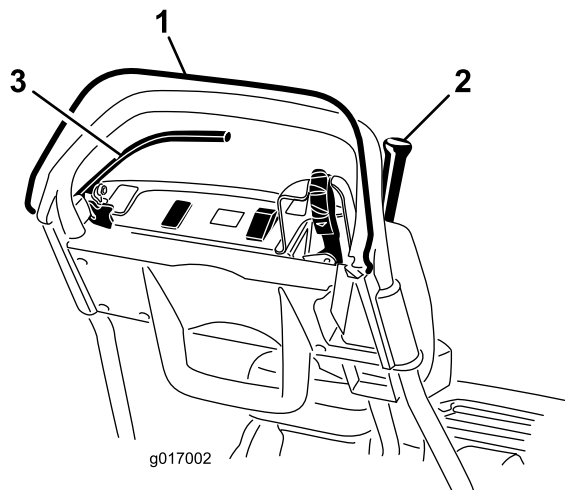

Рисунок 27
3. Когда орган контроля присутствия оператора отпущен, попробуйте привести в действие рычаг тяги (Рисунок 27). Рычаг тяги не должен включиться. Если рычаг тяги включается, то система блокировки нуждается в ремонте. Устраните неполадку перед эксплуатацией. См. "Техобслуживание блокировочных выключателей".
4. При нажатом ОПС и включенном рычаге тяги отпустите ОПС (Рисунок 27). Рычаг тяги должен отключиться. Если рычаг тяги не отключается, то система блокировки нуждается в ремонте. Устраните неполадку перед эксплуатацией. См.
5. При нажатом ОРС и передвинutom влево рычаге передач включите приводы барабана и тяги и отпустите ОРС (Рисунок 27). Рычаг тяги должен отключиться. Если рычаг тяги не отключается, то система блокировки нуждается в ремонте. Устраните неполадку перед эксплуатацией. См. "Техобслуживание блокировочных выключателей", "Регулировка управления тягой" или "Регулировка управления барабаном".
6. При нажатом ОРС и передвинutom влево рычаге передач включите приводы барабана и тяги, переведите рычаг передач вправо для отключения привода барабана (Рисунок 27). Привод барабана должен отключиться. Если рычаг барабана не отключается, то система блокировки нуждается в ремонте. Устраните неполадку перед эксплуатацией. См. "Регулировка управления барабаном".
2. При нажатом ОРС, включенном рычаге тяги и органах управления двигателем в положении запуска (Рисунок 27). Попробуйте запустить двигатель. Двигатель не должен запускаться. Если двигатель запускается, то блокировочный выключатель нуждается в ремонте. Устраните неполадку перед эксплуатацией. См. "Техобслуживание блокировочных выключателей".
2. При включенном рычаге тяги, включенном рабочем тормозе и органах управления двигателем в положении запуска (Рисунок 27). Попробуйте запустить двигатель. Двигатель должен запускаться. Если двигатель не запускается, то блокировочный выключатель нуждается в ремонте. Устраните неполадку перед эксплуатацией. См. "Техобслуживание блокировочных выключателей".
3. При работающем двигателе включите рабочий (но не стояночный) тормоз, нажмите орган контроля присутствия оператора и включите рычаг тяги (Рисунок 27). Двигатель должен работать, преодолевая сопротивление тормоза, но не должен
4. При работающем двигателе затяните фиксатор стояночного тормоза, нажмите орган контроля присутствия оператора и включите рычаг тяги (Рисунок 27). Двигатель должен заглохнуть. Если двигатель не глохнет, то блокировочный выключатель нуждается в ремонте. Устраните неполадку перед эксплуатацией. См. "Техобслуживание блокировочных выключателей".